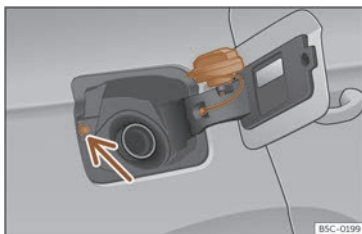

Fig. 203 Tapa del depósito con el tapón encajado.
- Colóquelo en el espacio que hay en la bisagra de la tapa abierta >>> **fig. 203.**
Evite tocar el botón de bloqueo de la tapa de combustible >>> **fig. 203** (flecha). El sistema entenderá que ha acabado y no podrá seguir repostando. Vuelva a pulsar la tecla **B** de la puerta del conductor para continuar.